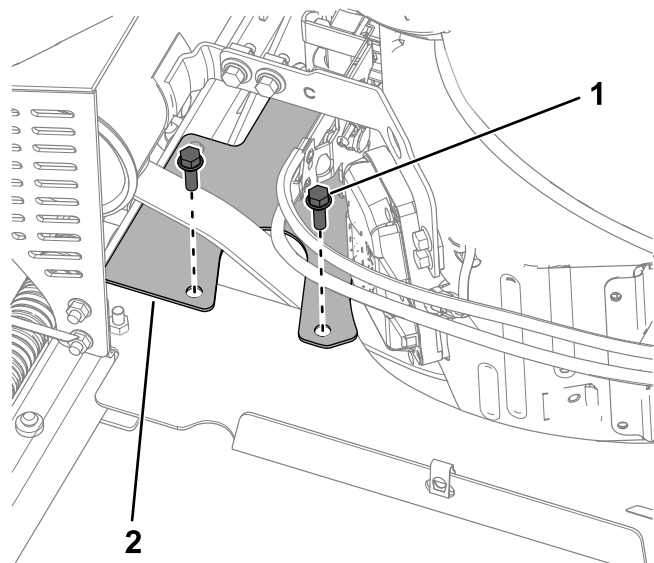

Bild 35
2. Entfernen Sie die beiden Schrauben (5/16" x 1") und die Riemenschutzvorrichtung (Bild 35).